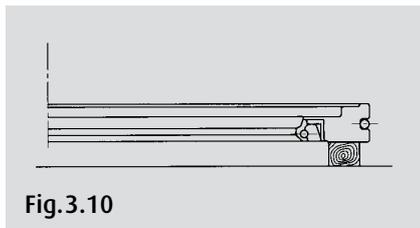

Fig. 3.10
3. Applicare un sottile strato di grasso su tutte le superfici del porta tenuta e uno strato spesso sul labbro della tenuta e sull'O-ring. Verificare il numero della posizione di carico e quindi posizionare il cuscinetto come mostrato in Fig. 3.10.